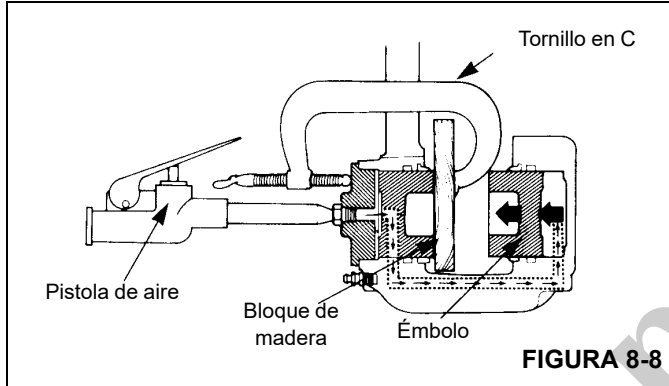

FIGURA 8-8
- b. Aplique aire comprimido al adaptador de entrada para forzar la salida de los émbolos de la otra caja. Si un émbolo sale antes que el otro, coloque un pedazo de madera delante del émbolo que salió primero. Aplique aire comprimido para forzar la salida del otro émbolo fuera de la caja (Figura 8-8).